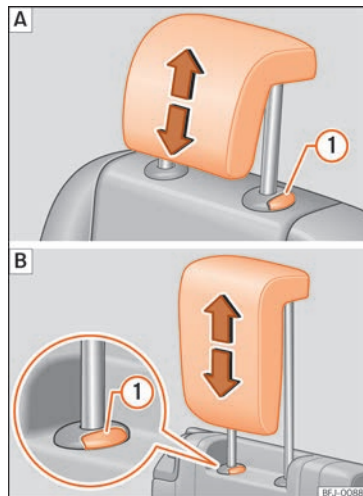

Fig. 145 Démontage des appui-tête arrière :
- Retirez entièrement l'appui-tête tout en appuyant sur la touche » » fig. 145 (1).